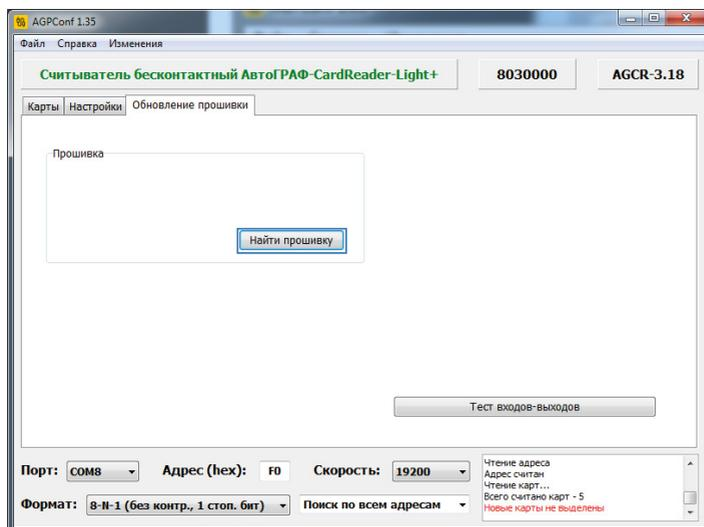

Рис.8. Обновление прошивки.
- в программе перейти на вкладку «Обновление прошивки» и нажать кнопку «Найти прошивку» (Рис.8). После этого пользователю будет предложено выбрать нужный файл прошивки. Файл прошивки должен иметь формат .eraw.